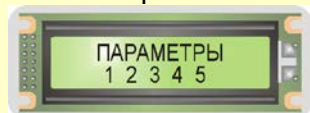

Рис. 9.15. Вид ЖКИ БУК в меню «Параметры»
при помощи цифровых кнопок клавиатуры БУК ввести номер влагомера для обмена информацией по каналу RS-485, подтвердить нажатием кнопки «ВВОД», прибор при этом возвращается в меню «Параметры» (рис. 9.15);
- выбрать требуемый стандарт, последовательно нажимая кнопку «ИЗМ», подтвердить сделанный выбор нажатием кнопки «ВВОД», прибор при этом возвращается в меню «Параметры» (рис. 9.15);
- при помощи цифровых кнопок клавиатуры БУК ввести требуемое значение пороговой частоты, вычисленное по методике, изложенной в п. 9.2.5.4. Подтвердить введенное значение нажатием кнопки «ВВОД» - прибор при этом возвращается меню установки дополнительных параметров (рис. 9.15).